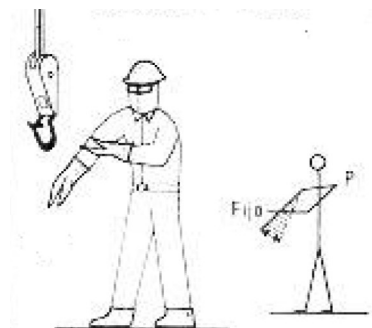

Figura 3
24. ¿Qué indica el señalista de la figura 3? (en base a lo establecido en la norma UNE 003):